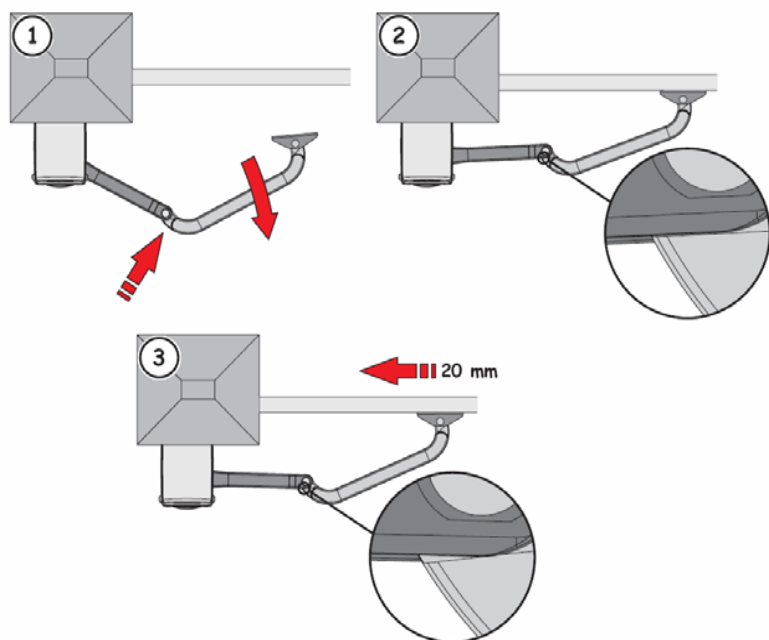

Рис. 13.
- Прислоните передний кронштейн к полотну, Рис. 13 поз. 2.
- Отодвиньте передний кронштейн примерно на 20 мм и отметьте отверстия крепежа, рис. 13 п. 3
- Переместите кронштейн, и полотно в конечное положение удостоверьтесь, что эти две детали не воздействует друг друга, как показано в рис. 13 п. 2.